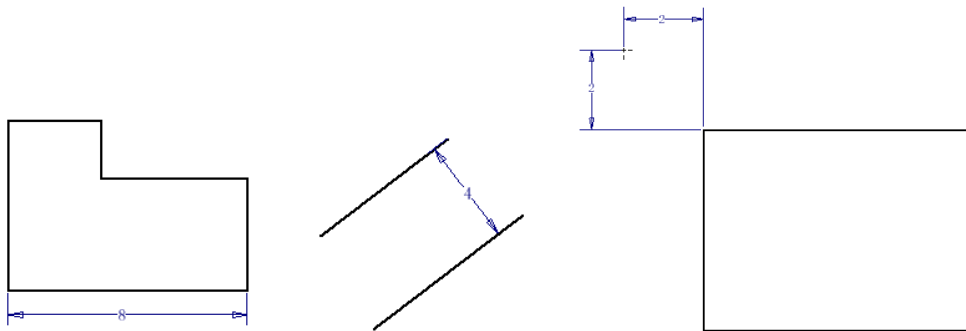

图 2-46 线性尺寸标注样式
- (1) 单击【草图】标签栏【约束】面板上的【尺寸】工具按钮，然后选择图元即可。
- (2) 要标注一条线段的长度，单击该线段即可；
- (3) 要标注平行线之间的距离，分别单击两条线即可；
- (4) 要标注点到点或点到线的距离，单击两个点或点与线即可。
- (5) 移动鼠标预览标注尺寸的方向，最后单击左键以完成标注。图2-46显示了线性尺寸标注的几种样式。